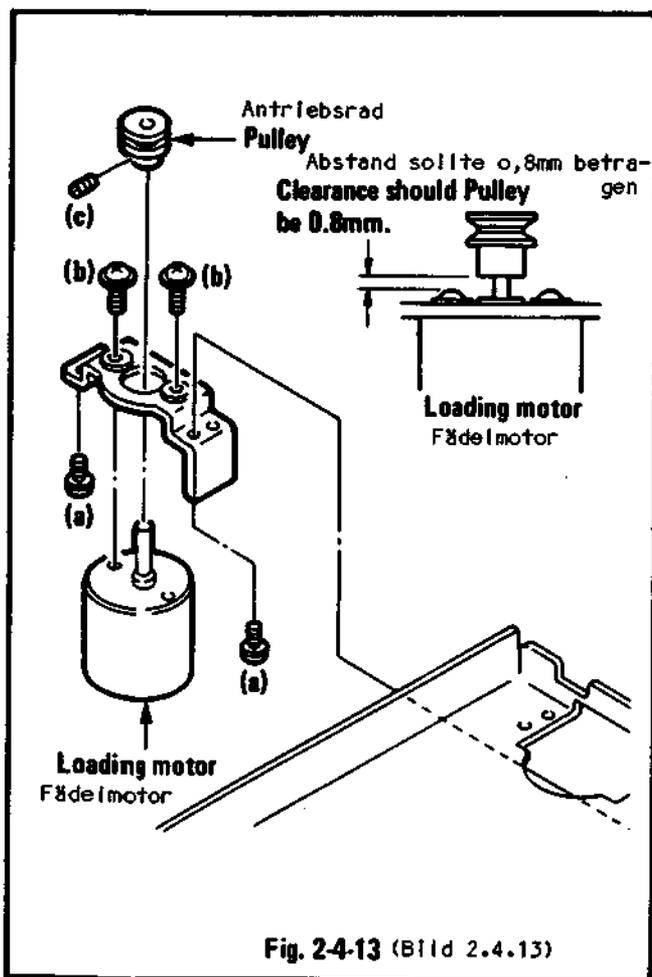

Fig. 2-4-13 (Bild 2.4.13)
2.4.14 Fädelmotor, Bild 2.4.13
2.4.14 Loading Motor, Fig. 2.4.13